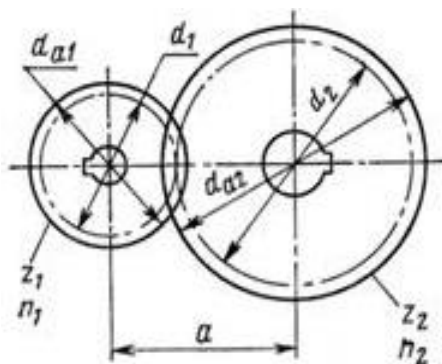

Рис. 42. Прямозубая цилиндрическая зубчатая передача
4. Для прямозубой цилиндрической зубчатой передачи (рис. 42) известно, что: межосевое расстояние составляет $a = 200$ мм, модуль зубчатых колес $m = 4$ мм, передаточное отношение $i_{12} = 3$, число зубьев шестерни $z_1 = 20$. Определить основные размеры зубчатых колес, а также угловую скорость ведомого колеса ω_2 , если угловая скорость шестерни $\omega_1 = 120$ рад/с.